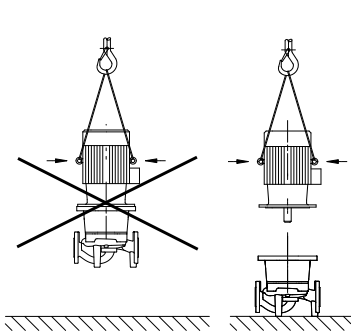

Fig. 4: Transport af motoren
- Transportringene på motoren er kun tilladt til transport af motoren og ikke af hele pumpen (fig. 4).